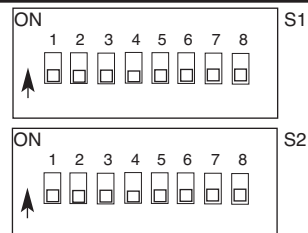

FIGURA A.3
- c) Utilizando un lápiz u otro objeto pequeño, deslice el interruptor hacia abajo, a la posición "0" cuando instale el engranaje de baja velocidad y por el contrario, deslice el interruptor hacia arriba, a la posición "1", cuando instale el engranaje de alta velocidad. Consulte la Figura A.3.
Existen dos bancos de interruptores DIP en la tarjeta madre de la Caja de Control. Están etiquetados S1 y S2, y están localizados y orientados como se muestra en la Figura A.3.